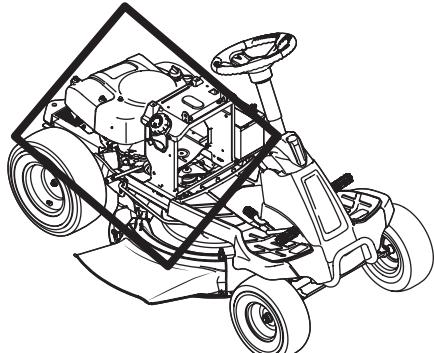

Figure 21
- Nettoyez le dessous du capot et le collecteur d'échappement, le pourtour des fusibles, le câblage électrique ainsi que les faisceaux, le tuyau et le pare-chaleur du silencieux, les grilles d'entrée d'air du moteur et les ailettes de refroidissement, entre autres. Voir la Figure 21.